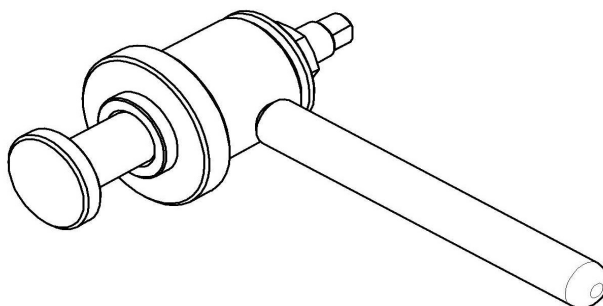

Рис. 17. Приспособление для запрессовки манжет.
- используя приспособление для запрессовки манжет (рис. 17) установить манжету 1;